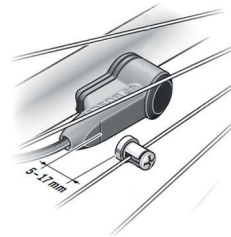

Abbildung 35 : Abstand zwischen dem Geschwindigkeitssensor und dem Geschwindigkeitssensormagneten
Geschwindigkeitssensormagneten **28** muss mindestens 5 mm, aber nicht mehr als 17 mm nach einer Raddrehung betragen (siehe Abbildung 35).
2. Positionieren Sie den Geschwindigkeitssensormagneten **28** so, dass er im richtigen Abstand (mind. 5 mm, max. 17 mm, siehe Abbildung 35) die Markierung des Geschwindigkeitssensors passiert.